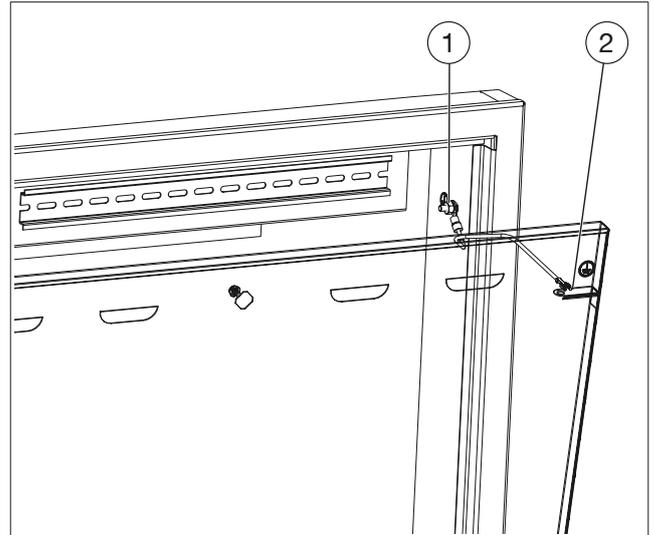

Fig. 8: Mise à la terre de la porte
1. Raccorder le point central de mise à la terre (voir Fig. 8 en page 29 (1)) au rail de compensation de potentiel du bâtiment au travers d'un câble.
|  | Le point central de mise à la terre se trouve sur la paroi latérale droite du coffret pour pose encastrée (voir Fig. 8 en page 29). |
2. Raccorder le point de mise à la terre de la porte (voir Fig. 8 en page 29 (2)) au point central de mise à la terre (1).